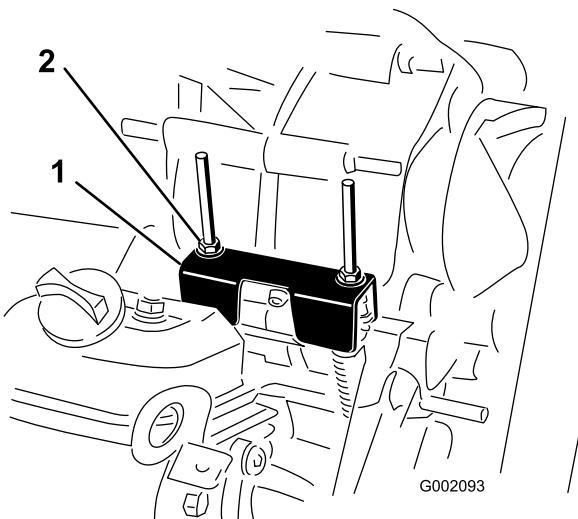

Рисунок 46
Прежде чем выполнять плановое техобслуживание и (или) диагностику двигателя, коробку передач необходимо переключить в положение НЕЙТРАЛЬ (Рисунок 46). У автомобиля есть положение НЕЙТРАЛЬ на рычаге переключения передач, которое включает нейтральное положение в трансмиссии. Выполните следующие действия, чтобы убедиться в правильной работе рычага переключения трансмиссии в нейтральном положении:
2. Убедитесь, что кронштейн нейтрали находится в НЕЙТРАЛЬ положении (на уровне кронштейна крепления троса, расположенного под кронштейном переключения передач), повернув ведомое сцепление (Рисунок 46).
3. Поверните одну из контргаек (Рисунок 46), чтобы получить зазор от 0,762 до 1,52 мм между нижней частью гайки/шайбы и кронштейном нейтрали.